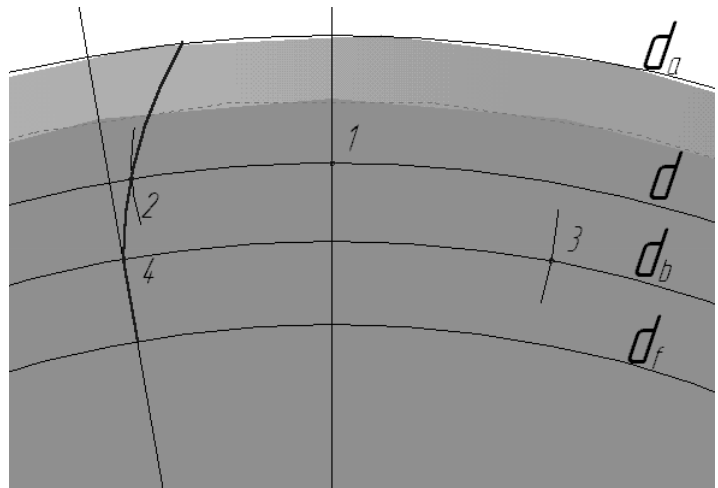

Рис.3
**Точка** ) точку пересечения делительной окружности и вертикальной линии (точка 1, см. рис.3).
Первую и вторую точки дуги задайте произвольно так, чтобы она пересекла делительную окружность  $d$ . Отметьте эту точку пересечения (точка 2, см. рис.3).
16. Из отмеченной точки постройте дугу радиусом  $R = d/6$  так, чтобы она пересекла основную окружность. Точку пересечения отметьте (точка 3, см. рис.3).
Изображение должно быть таким же, как на рис. 3.